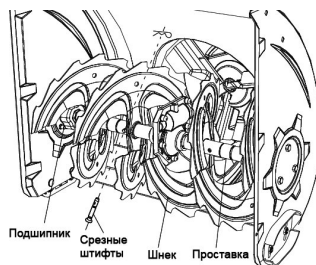

Рисунок 39
- Шнек прикреплён к спиральному валу при помощи двух срезных штифтов и шплинтов. Если шнек столкнётся с посторонним предметом или затормозит ледом, конструкция снегоуборочной машины предполагает, что штифты могут быть срезаны. См. Рисунок 39.